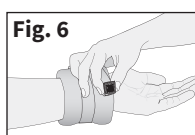

Fig. 6
4. Befestigen Sie das Ende des Manschettengurts mit den „Häkchen“ an der Filzoberfläche der Manschette, damit die Schnalle des Schnellverschlusses nicht verrutscht (Abb. 6).